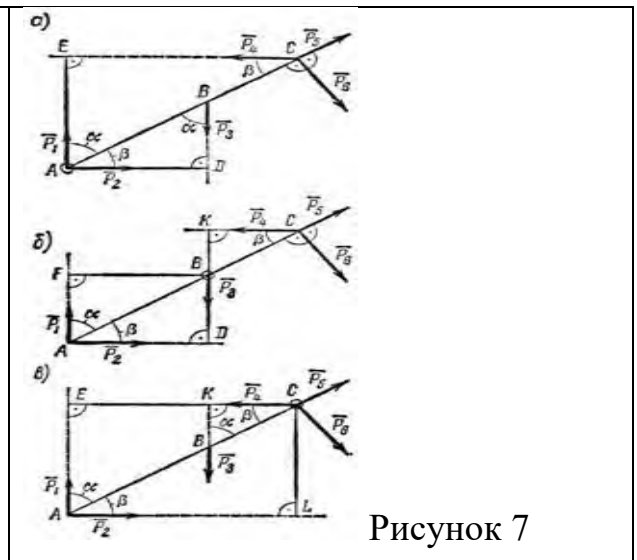

Рисунок 7
2. Определить моменты шести заданных сил (рис. 7) относительно точек А, В и С, если  $P_1 = 30 \text{ Н}$ ,  $P_2 = 50 \text{ Н}$ ,  $P_3 = 25 \text{ Н}$ ,  $P_4 = 40 \text{ Н}$ ,  $P_5 = 35 \text{ Н}$ ,  $P_6 = 54 \text{ Н}$ ,  $AB = 1,2 \text{ м}$ ,  $BC = 0,8 \text{ м}$ ,  $a = 55^\circ$  и  $b = 35^\circ$ .